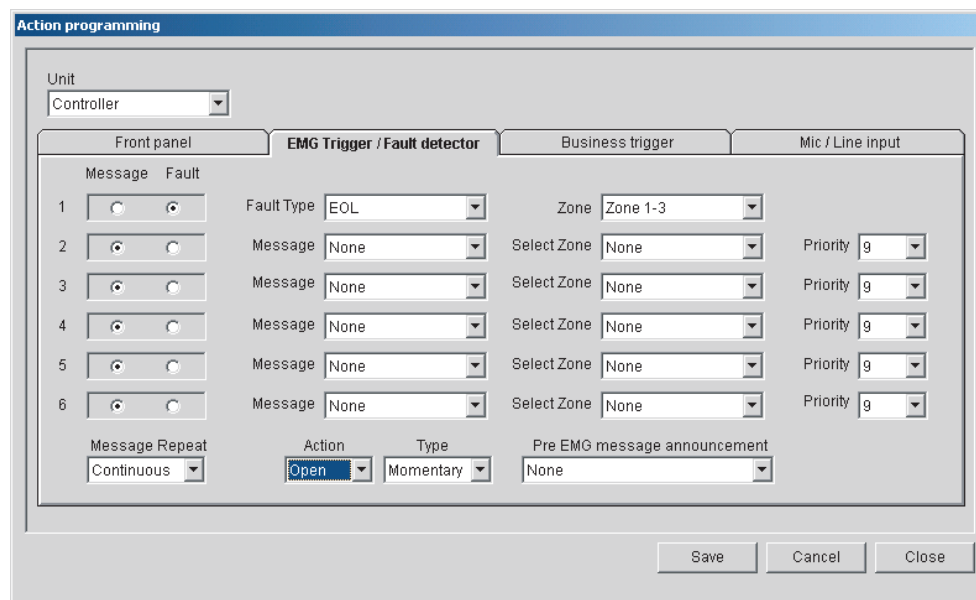

Figura 4.6 Janela de Programação da acção no programa de configuração.
- Configure a opção Acção para Abrir e a opção Tipo para Momentâneo. Consulte um exemplo na *Figura 4.6*.